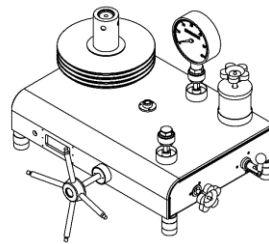

图 9
- ② 使活塞下降至最低位置后再加放与第二检定点相应的砝码（如图 9）；